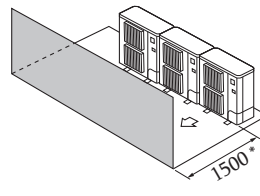

Fig. 2-10
③ Շրջապատող իրեր՝ միայն առջևից (Fig. 2-10)